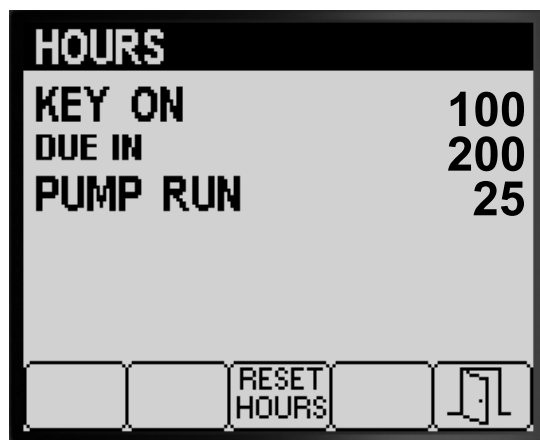

Figura 81
- 3. Utilizzate le informazioni dei contatori (Figura 81) visualizzate sullo schermo per determinare quanto segue:
4. Per resettare le ore di tutti i contatori premete pulsante 3 (Figura 81).
5. Premete il pulsante 5 per uscire dalla schermata HOURS e tornare alla schermata SERVIZIO (Figura 81).